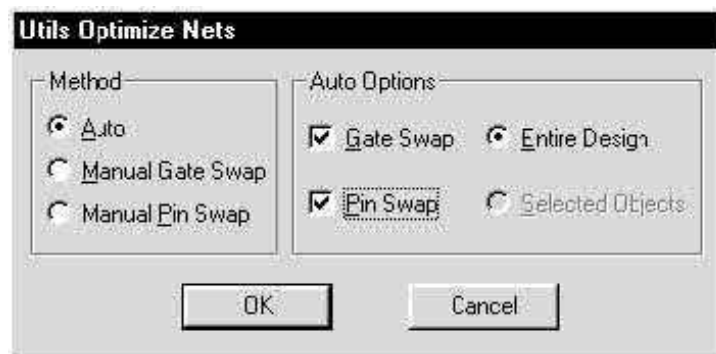

Рис.5.3. Параметры оптимизации электрических связей
- 10) Оптимизация электрических связей. Данная операция проводится перед началом трассировки соединений с целью минимизации общей длины физических связей между РЭК и минимизации плотности связей. Предварительно необходимо нажать кнопку Record ECOs на панели инструментов и включить видимость всех связей посредством команды Edit/Nets. Выбрать команду Utils/Optimize Nets и установить параметры как показано на рис.5.3.